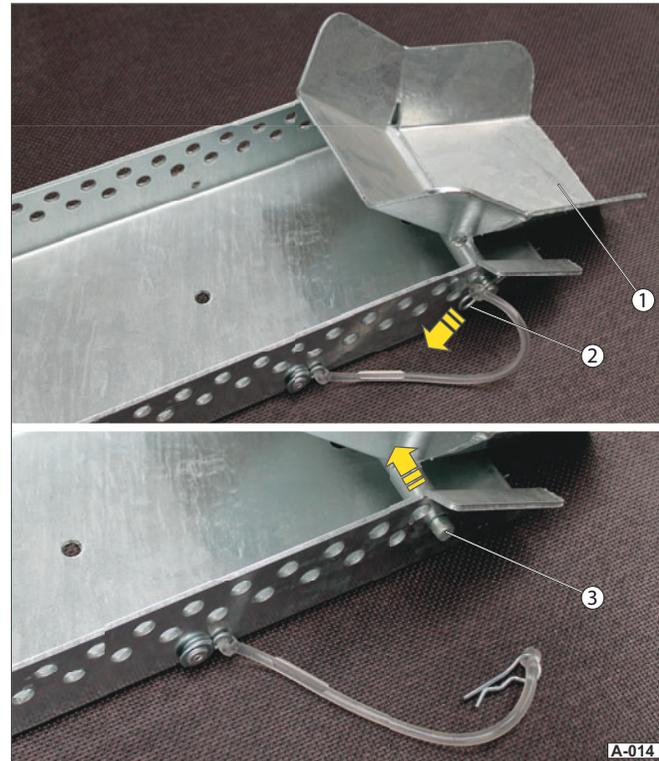

Abb. 14 Wippe entsichern
- ▶ Ziehen Sie den Federstecker (Abb. 14/2) aus dem Steckbolzen (Abb. 14/3) heraus.